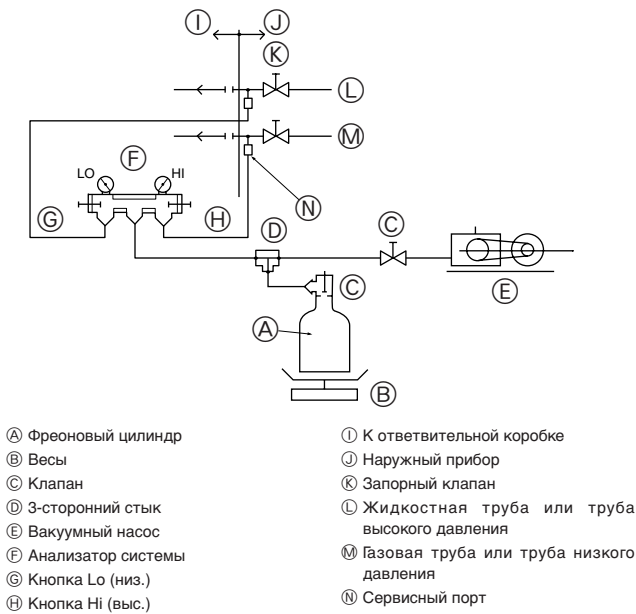

Fig. 5-10
② Создание вакуума (Fig. 5-10)